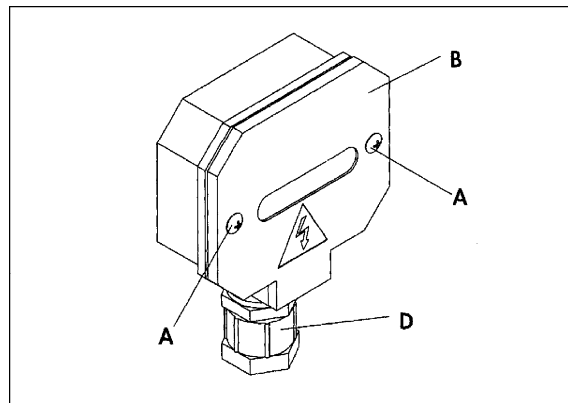
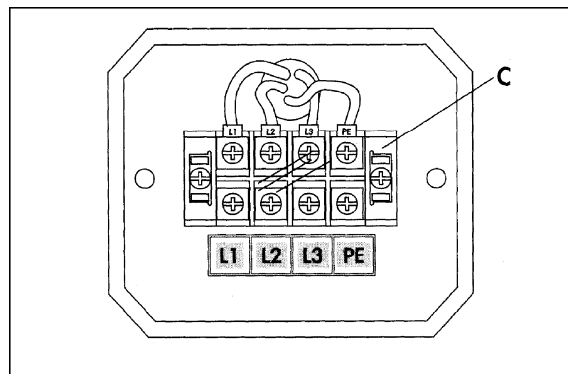

Рисунок 14
Рисунок 15
1. Отвинтите два винта (A, рис. 14) и отсоедините крышку клеммной коробки (B, рис. 14).
2. Снимите прозрачный пластмассовый изолятор (C, Рис. 15), который закрывает клеммную коробку.
3. Электропровод вставьте через муфту (D, рис. 14) клеммной коробки.
5. Установите прозрачный пластмассовый изолятор (C, рис. 15) и крышку (B, рис. 14).